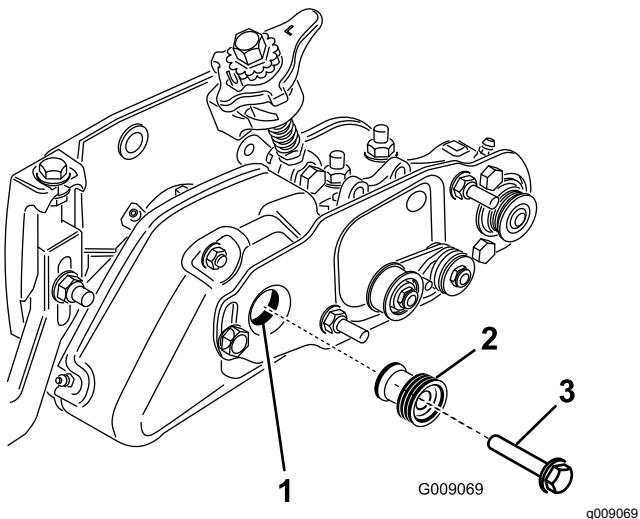

Bild 31
20. Entfernen Sie die Schraube, mit der die Groomerspannscheibe an der Antriebswelle befestigt ist (Bild 31).
21. Setzen Sie die Bürstenantriebsscheibe in die Groomerantriebsscheibe und auf die Antriebswelle (Bild 31). Stellen Sie sicher, dass die Riemenscheibennasen im Schlitz in der Antriebswelle sitzen.
22. Befestigen Sie die Antriebsscheibe mit einer Bundkopfschraube (3/8 x 2") an der Welle (Bild 31). Ziehen Sie die Schraube mit 47 bis 54 N·m an.